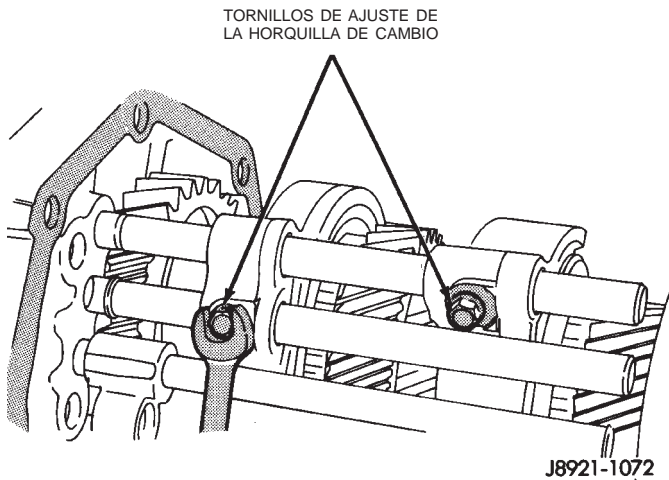

Fig. 70 Desmontaje de los pernos que fijan la horquilla de cambios a la corredera de cambios
(22) Retire los pernos que fijan las horquillas de cambio 1-2 y 3-4 a las correderas de cambios (Fig. 70) y deseche los pernos.